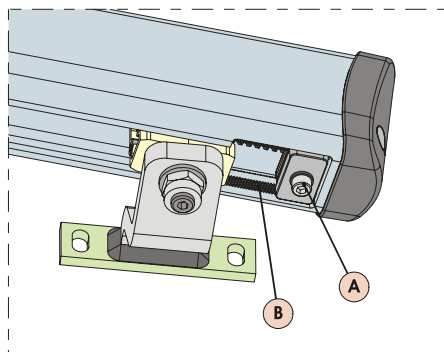

Рис. 19
- 3) Ослабьте фиксирующий винт, Рис.19 сноска А. Не извлекайте винт.
ВАЖНОЕ ПРИМЕЧАНИЕ: Механический упор работает совместно с секцией зубчатой передачи, Рис. 19 сноска В. При наличии каких-либо проблем при перемещении убедитесь в том, что сопряжение указанных узлов не содержит препятствий. НЕ ПРИЛАГАЙТЕ ИЗБЫТОЧНЫХ УСИЛИЙ.